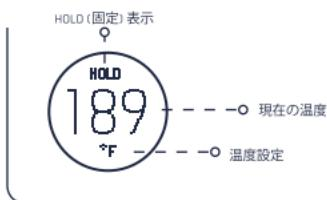

図 1E
Stagg EKG の HOLD (固定) モードでは、ケトルが目標の設定温度に到達したら、その設定温度を 60 分間維持できます。これは任意の設定です。図 1E を参照してください。
- ・Stagg EKG が HOLD (固定) モードの場合、設定温度に達すると液晶画面の上部に「HOLD (固定)」と表示されます。これはケトルが固定モードになっていることを示します。図 1E を参照してください。